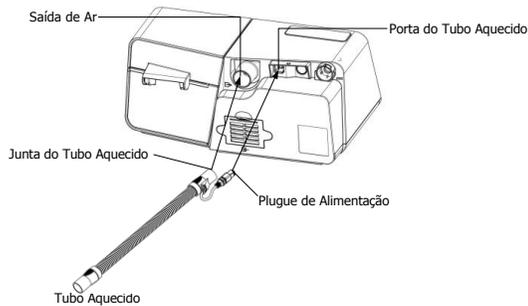

Fig. 11-8
(2) Conecte a junta da tubulação aquecida à saída de ar do dispositivo e, em seguida, insira o plugue de alimentação na porta da tubulação aquecida na parte traseira do dispositivo, conforme mostrado na Fig. 11-8.